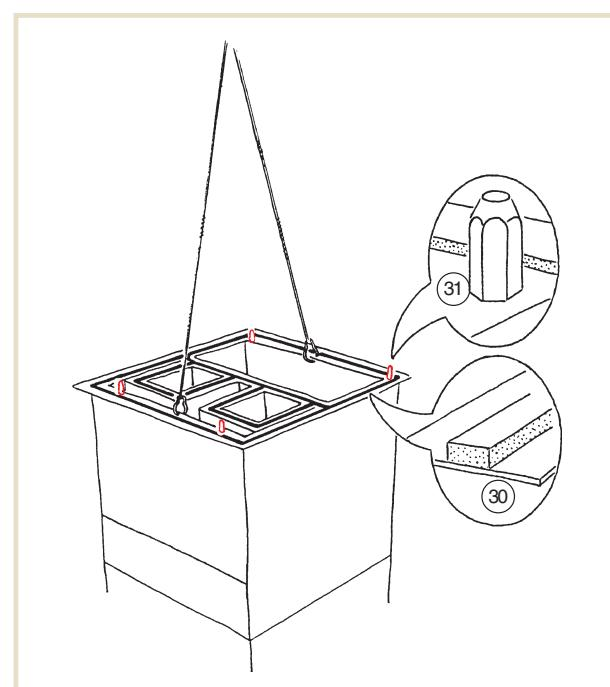

Рис. 35: Подъем нижнего блока на стропах
- Убедитесь в целостности уплотнительной ленточки 30, наложенной по периметру нижнего блока. При необходимости устраните повреждение (см. Рис. 35).
- Закрепите карабинные гаки привязных ремней крана на зацепах основания нижнего блока (см. Рис. 35).